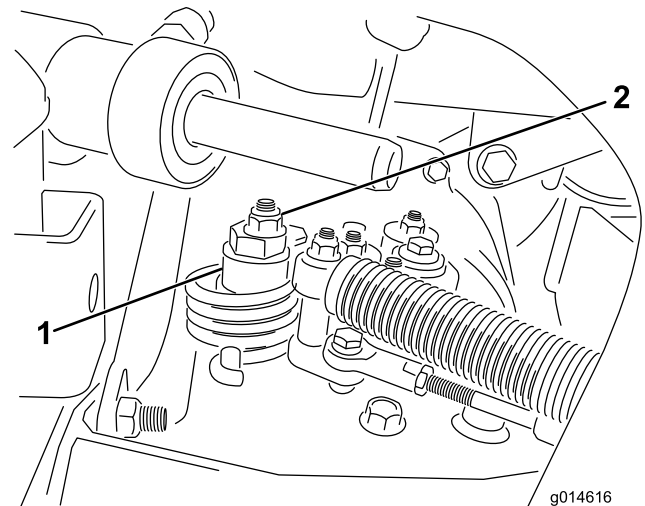

Bild 47
- A. Lösen Sie die Mutter, mit der der Exzenter oben am Hydrostat befestigt ist (Bild 47).
- C. Drehen Sie den Exzenter, bis kein Kriechen in jeder Richtung auftritt. Ziehen Sie die Schraube fest, wenn sich das Rad nicht mehr dreht, um den Exzenter und die Einstellung zu arretieren (Bild 47). Überprüfen Sie die Einstellung mit dem Gasbedienungshebel auf „Langsam“ und auf „Schnell“.